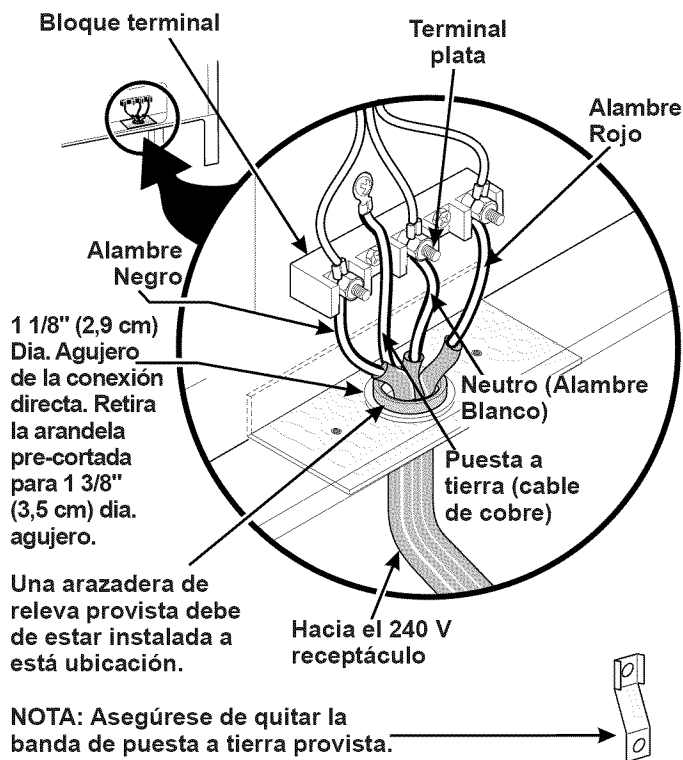

Figura 7
Donde los códigos locales NO permiten la conexión del conductor a tierra del armazón al alambre neutral del cable de bronce del suministro eléctrico (vea Figura 7).
3. Utilizar los tuercas suministraron en el paquete de la literatura para conectar el alambre de tierra (verde) del cable de bronce del suministro eléctrico al armazón del electrodoméstico con el tornillo de la base, usando el hoyo del armazón por donde retiró la correa de la base (vea Figura 7).
Si el aparato está conectado directamente al cortacircuito, a la caja de fusibles o a la caja de empalmes, use un cable blindado flexible o no metálico recubierto de cobre (con alambre a tierra). Provee una abrazadera relevo de anclaje homólogo UL a cada extremidad del cable. A la extremidad del electrodoméstico, el cable pase a través del agujero de la conexión directa (ver figura 7) en el cordón de la placa de montaje. El tamaño de los alambres (alambre de cobre solamente) y las conexiones deben estar conforme al régimen del electrodoméstico.